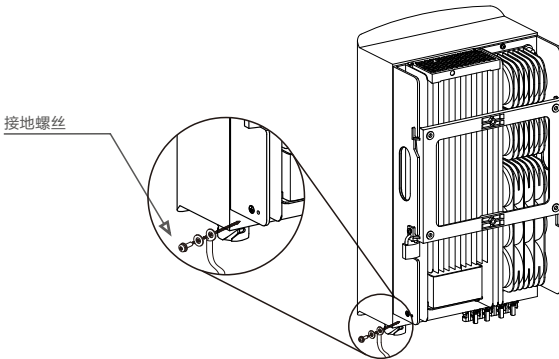

图5.10 线缆固定
- 6) 用接地位置的螺钉将制作好的接地线缆固定，并用十字螺丝刀将螺钉紧固，紧固力矩为2Nm(如图5.10)。